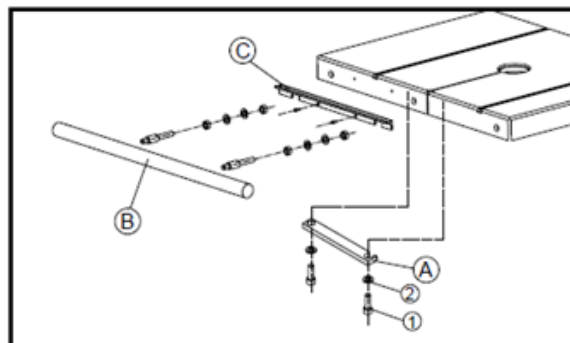

рис.4.2.1.
- Установите направляющую планку, как показано на рисунке, затем установите блок ограждения А по направляющей Б-рис.4.2.1.